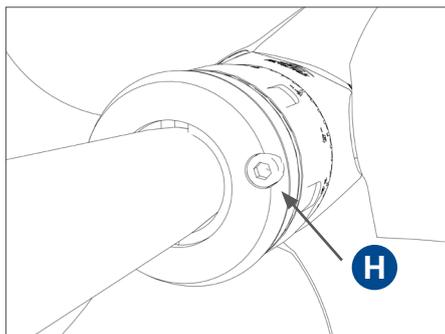
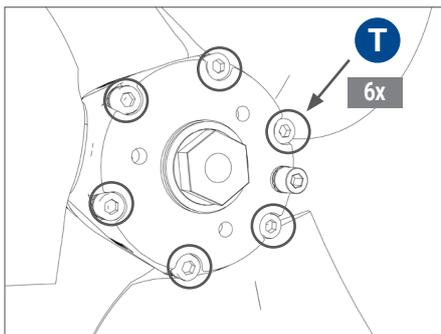

FIG. 29 | Vite pinza elastica "H"
FIG. 30 | Viti testa elica "T"
**NON DISASSEMBLARE L'ELICA PER NESSUNA RAGIONE, PERTANTO NON SVITARE MAI LA VITE "H" (Fig. 29) E NON SVITARE MAI LE VITI DI TESTA DELL'ELICA INDICATE CON LA LETTERA "T" (Fig. 30).**